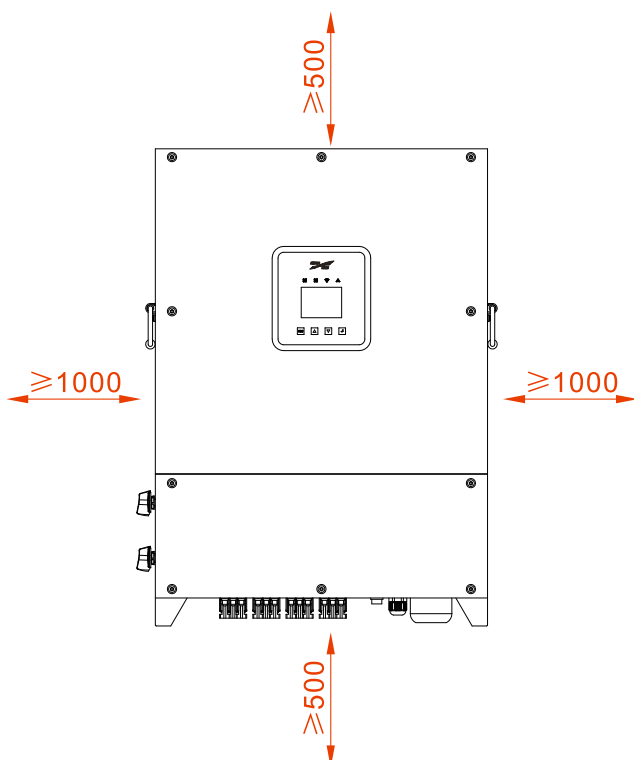
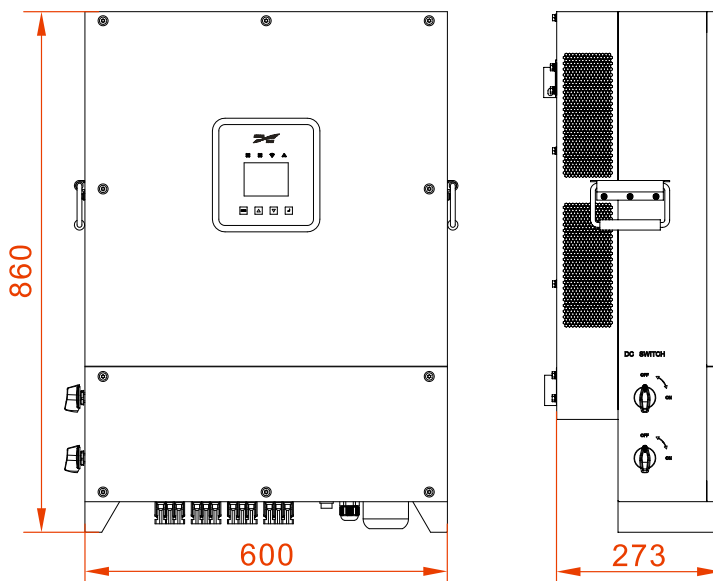

Figure3-2 Dégagement pour l'installation (unité : mm)
Figure3-4 Les dimensions de l'onduleur (unité : mm)
Gardez une distance d'au moins 1000 mm entre les deux côtés de l'onduleur des autres objets, d'au moins 500 mm entre le haut de l'inverseur et le plafond et d'au moins 500 mm entre le fond de l'onduleur et le sol, ce qui permet d'avoir une bonne dissipation de la chaleur et un entretien facile, comme montré en Figure3-2.
- Etape 1 Établissez le lieu d'installation en fonction des dimensions de l'onduleur (comme montré en Figure3-4) et les exigences en termes de dégagement (comme montré en Figure3-2).